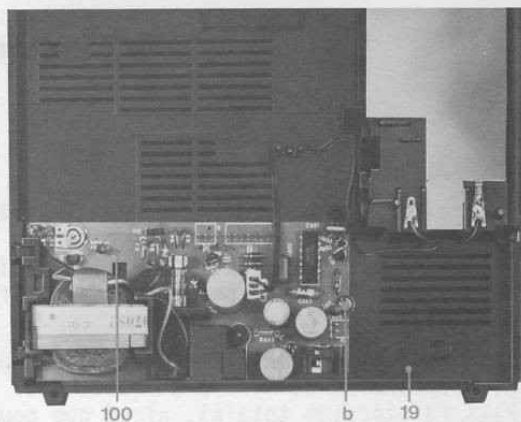

Fig. 3 Fixation du circuit imprimé
Défaire les trois vis (a) (les piles peuvent rester dans l'appareil). Le circuit imprimé (100) est fixé sur le fond (19) par la vis (b) (figure 3). Les liaisons vers le haut-parleur et vers l'amplificateur (circuit imprimé V 120) ainsi que vers le logement piles sont enfichables.